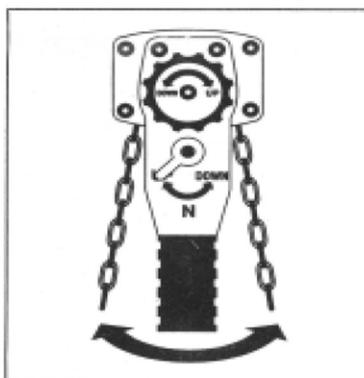

FIGURE 2
- b) Zum Heben der Last, den Einstellhebel auf die Position "UP" stellen und mittels Rätchengriff die Last sorgfältig heben (Fig. 2).
Pour lever la charge, mettre le levier de réglage sur position "UP" et soulever la charge à l'aide du levier à cliquet (Fig. 2).